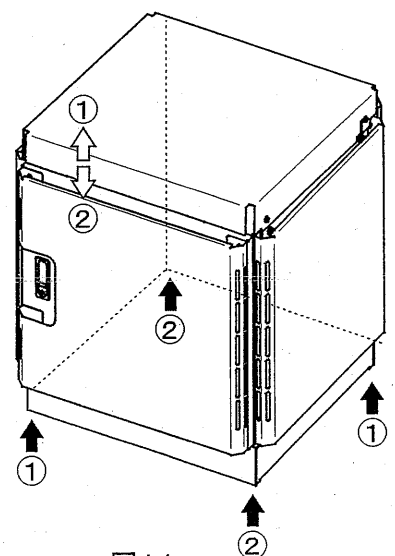

図11
- ・床面が平行でなく扉にひずみが生じた場合は、スペーサー等により設置面が平行になるように調整してください。(図11)